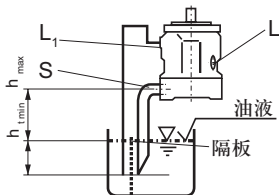

图2
b) 如最低油液面低于泵的安装面：如图2所示对油口“L”和“S”进行布管。在1.2.1的条件下，关闭油口“L”。
安装前在泵壳体内注满油，并保持在水平位置。高于油箱的安装参见图2。